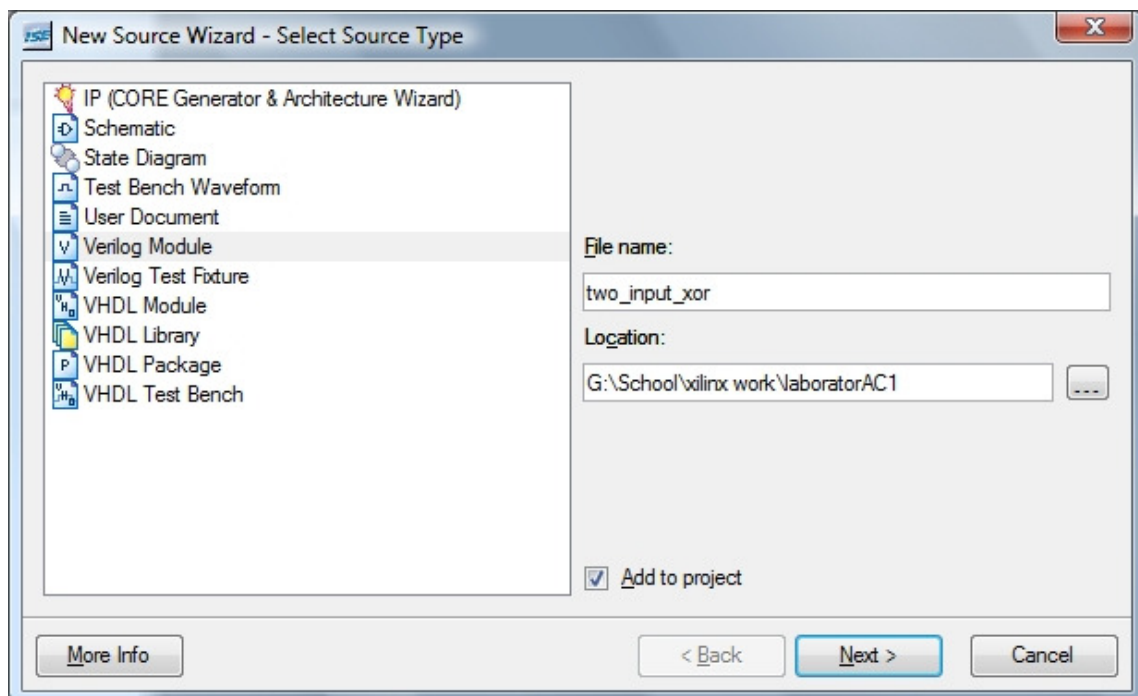

Figura 3.2
- Pentru noul fisier sursa se alege ca tip „Verilog Module” iar numele fisierului se va completa cu „two\_input\_xor” (Figura 3.2)